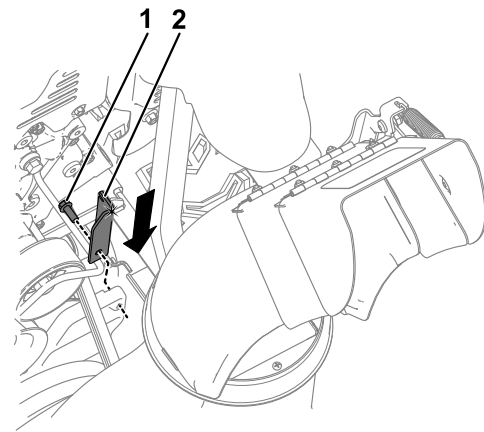

**Figure 3**
4. Déposez la plaque existante de la plaque de la roue de friction en retirant le boulon de fixation (Figure 3).